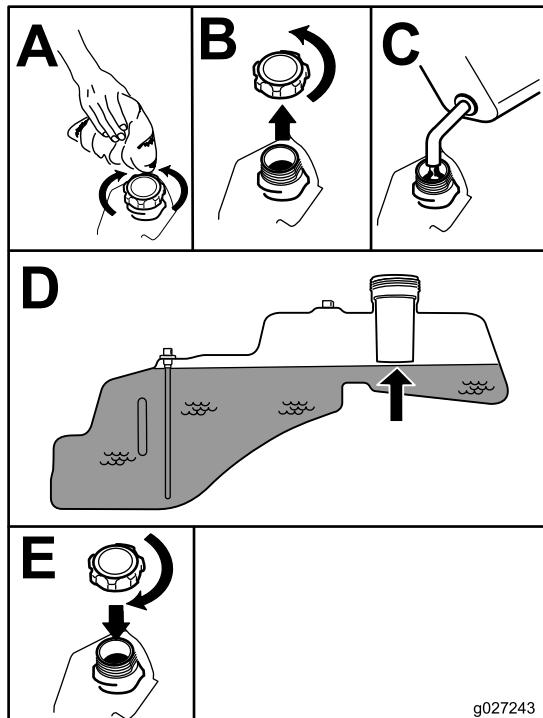

Figura 9
**Nota:** Pode utilizar a janela do combustível para verificar a presença de gasolina antes de encher o depósito (Figura 9).